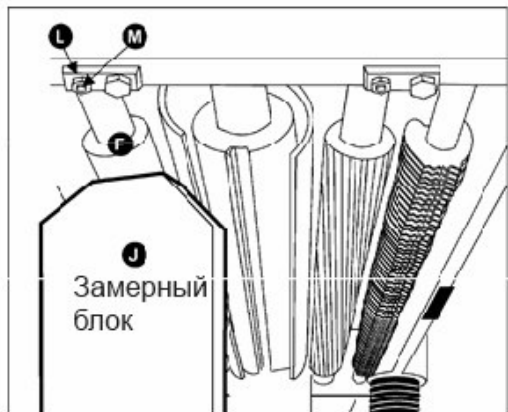

Рис. 33
3. Сдвиньте замерный блок (J, Рис. 33) под один конец вала разгрузки (F, Рис. 33). Нижняя часть вала разгрузки должна только касаться вершины измерительного блока.
Если необходима регулировка вала разгрузки, ослабьте стопорную гайку (L, Рис. 33) и поверните винт (M, Рис. 33), пока вал разгрузки не коснется замерного блока. Затем затяните стопорную гайку (L, Рис.33).